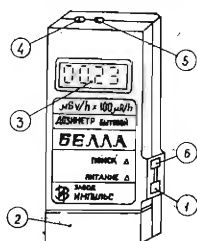

Рис. 1.
3. 6. Расположение и назначение органов управления и индикации прибора приведены на рис. 1.